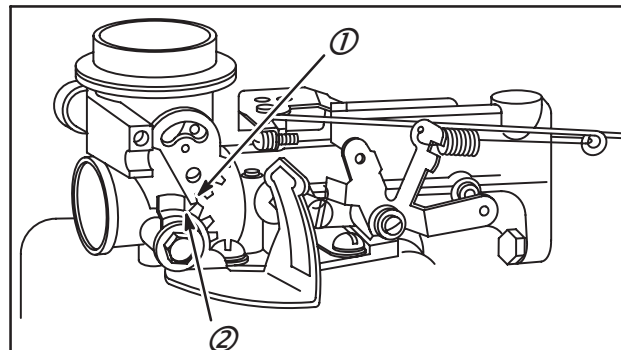

Fig. 82
Note : La dent inférieure de l'axe du starter (1) doit s'enclencher dans la dent supérieure du levier du starter manuel (2), Fig. 82.